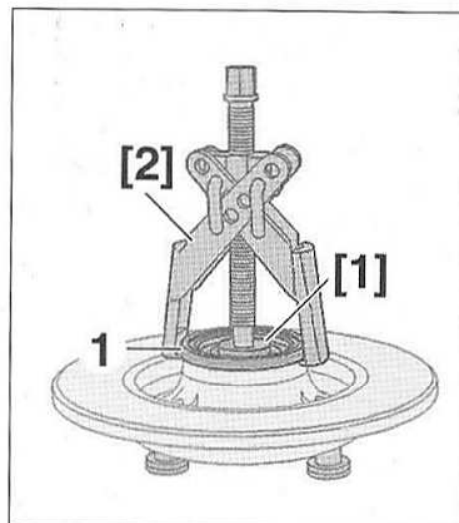

FIG.55
- Mettre en place l'outil [1] au centre du disque puis l'outil [2] (Fig.55).
- Extraire la cible du capteur de roue (1).